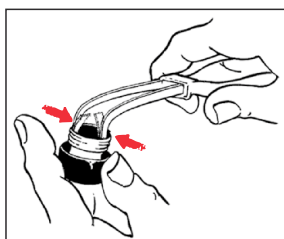

Fig 1
1. Pour réduire la force du ressort, il faut augmenter l'écartement des 2 lamelles (fig 1), à l'aide d'une paire de pinces à bec fin, en insérant l'extrémité des pinces entre le bord du bouchon et les lamelles, et en serrant modérément. Plus les extrémités des lamelles seront écartées, plus le ressort sera faible.